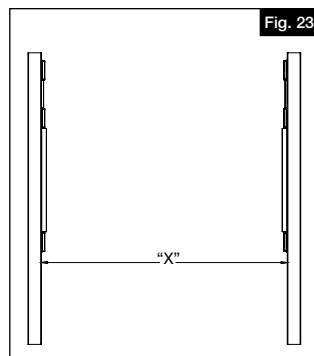

Fig. 23
Determine el espacio entre los postes (X) (Fig. 23).